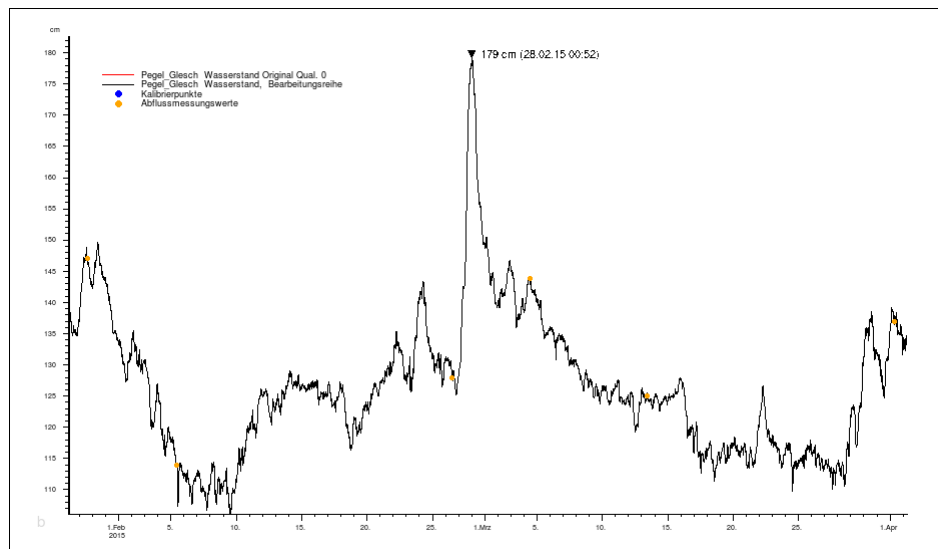

Abbildung 13.17: Eingblendete orangene Abflussmessungen
**Werte aus Abflussmessungen:** Sollen auch Werte aus Abflussmessungen (↔ Abb. 13.17) eingeblendet werden, haken Sie diese Option an. Die gewünschte Farbe kann in der Auswahlliste gewählt werden.